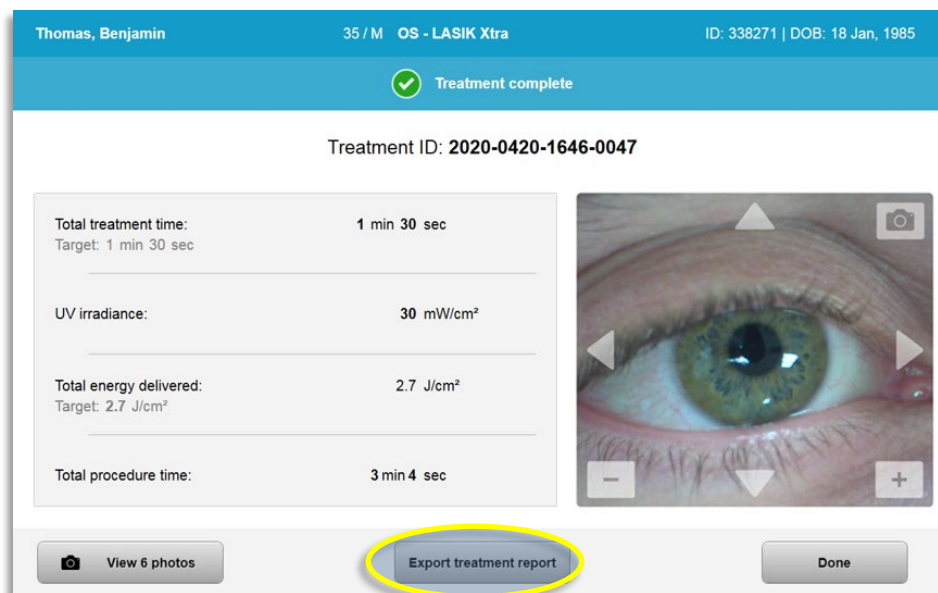

Figura 3-39. Exportar Relatório de tratamento
- o Selecione “Exportar relatório de tratamento” como mostrado na figura 3-39 para guardar o relatório numa pen USB.